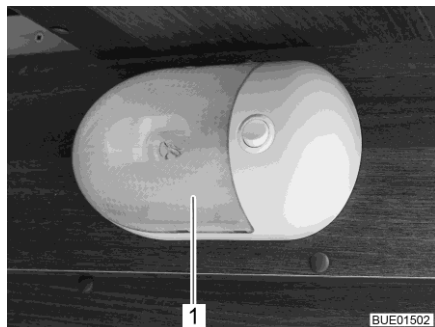

Fig. 195 Lampada a parete
- Comprimere leggermente sui due lati la copertura trasparente (Fig. 195,1), staccarla appena dall'interruttore e tirarla in avanti.